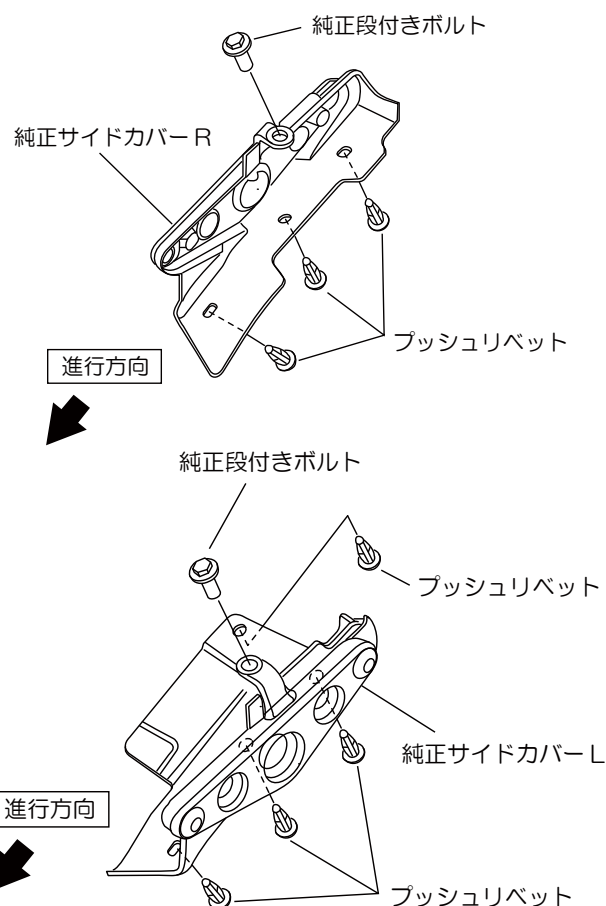

図 3
1. 純正シートを取り外し、車体上側から純正段付きボルト（左右各 1 ヶ）、車体下側から純正プッシュリベット（左側 4 ヶ、右側 3 ヶ）を外し、純正サイドカバー（左右）を車体から取り外します。（図 3 参照）